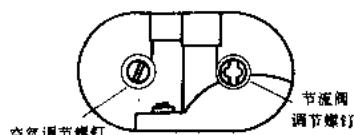

图 1-2
1. 打开护腿挡风板的孔盖，便会看到图1-2所示化油器上的两个螺钉——空气调节螺钉和节流阀调节螺钉。空气调节螺钉旋在怠速空气量孔内，顺时针拧入时，螺钉旋进怠速空气量孔内，空气进量少；逆时针拧出螺钉，空气进量多。节流阀调节螺钉旋在柱塞式节流阀的底部斜面上，顺时针拧入时，节流阀提高，从怠速喷管喷出的燃油增多；逆时针拧出螺钉，节流阀降低，从怠速喷管喷出的燃油减少。用这两个螺钉，我们即可调整空气和汽油的混合比。